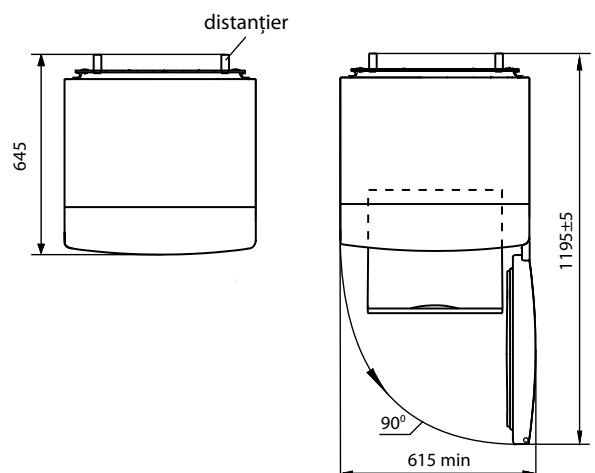

Figura 2 — Frigider (vederea de sus)
1.6 Spațiul total necesar pentru funcționarea frigiderului se determină de dimensiunile, indicate în milimetri în figura 2. Pentru extragerea liberă a componentelor din frigider este necesar de deschis ușa la unghiul nu mai mic de 90°.